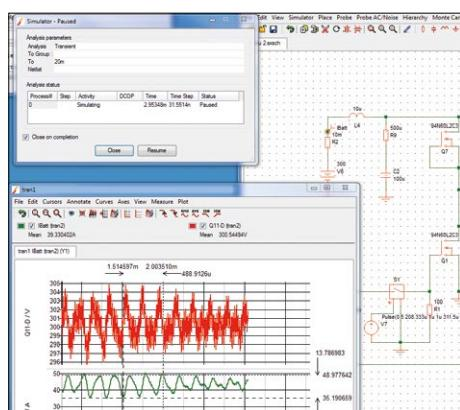
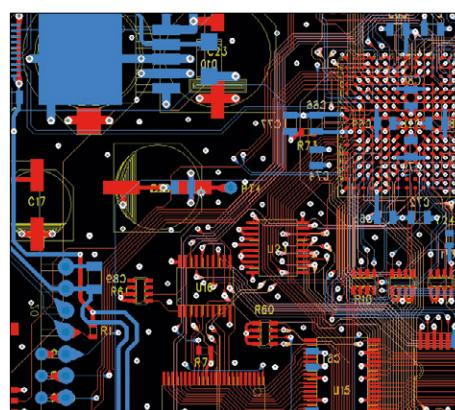

Figure 1. Aperçu de l'interface du simulateur SIMetrix.
Figure 2. Extrait d'un « petit » routage moderne.
**R** Grâce à l'internet, nous avons accès instantanément à pléthore d'informations. Les catalogues et caractéristiques des composants sont accessibles en quelques clics. Les simulateurs électroniques tels que LTSpice ou SIMetrix affichent sur écran une analyse détaillée du fonctionnement virtuel du circuit (**fig. 1**). Tracer les caractéristiques fréquentielles d'un filtre, aussi complexe soit-il, n'a jamais été aussi simple. D'autres licences vont encore plus loin, c'est le cas de Proteus qui est capable de simuler non seulement la partie analogique, mais également le logiciel embarqué dans les microcontrôleurs. Certains s'y fient à tel point qu'ils n'éprouvent même plus le besoin de sortir le fer à souder pour monter une maquette et vérifier le fonctionnement. Le tracé du schéma peut aujourd'hui utiliser des bases de données de symboles établies par les fabricants eux-mêmes. Les suites logicielles sont bien plus que de simples outils de dessin ; elles sont capables de nous alerter en cas d'erreurs d'interconnexion des composants et vérifient en permanence le respect des règles lors du tracé des pistes. Ainsi, les circuits imprimés simples ou multicouches atteignent un niveau de détails inégalé (**fig. 2**) et